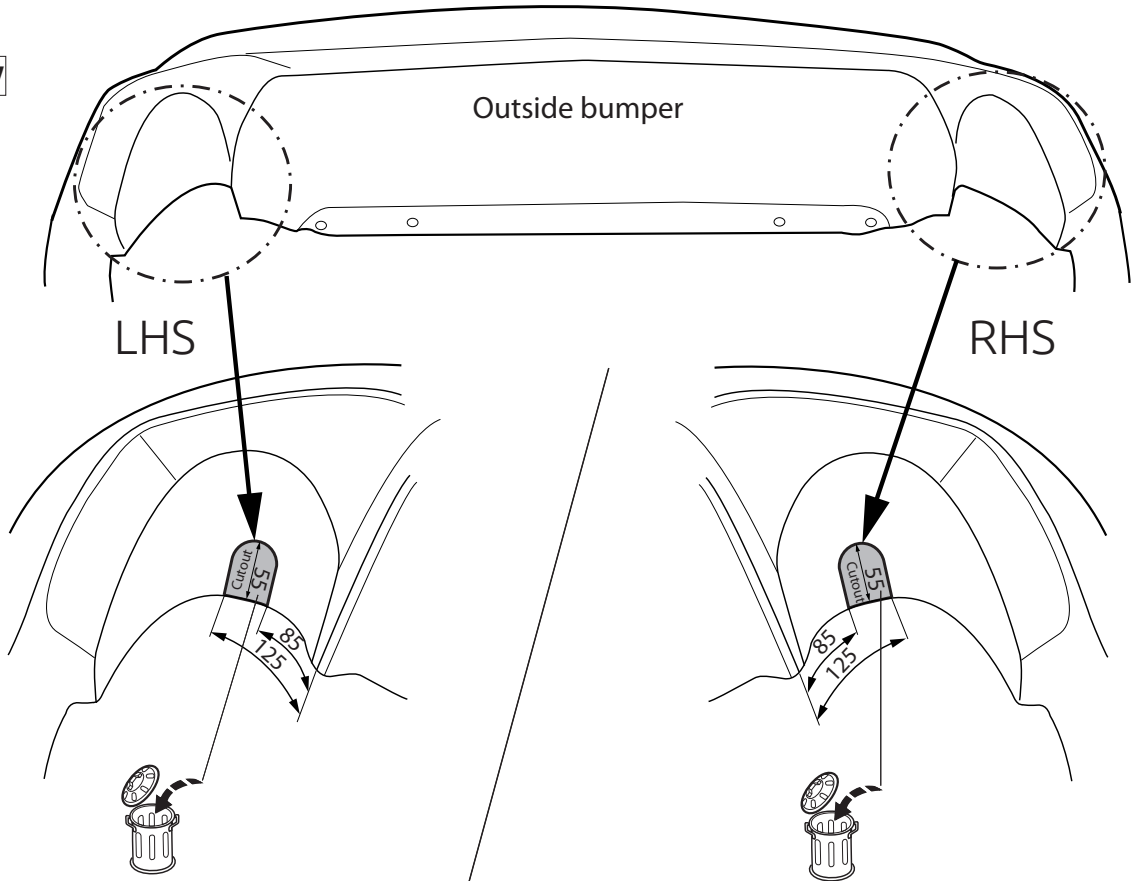

Fig. 3
6. Отпилить обозначенные части, как указано на рис. 3.